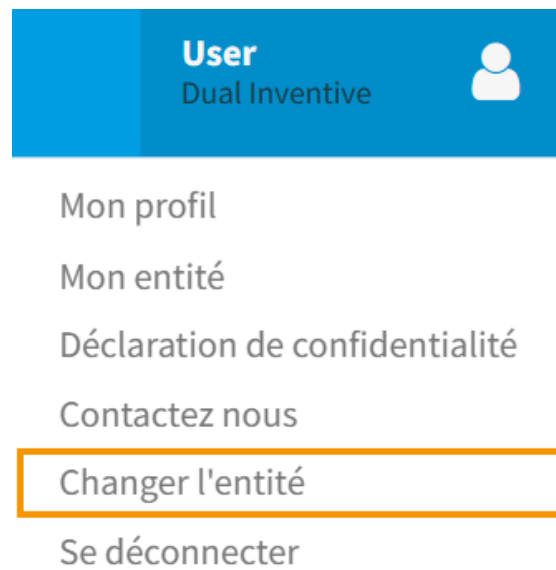

Figure 5 Changer d'entreprise
3. Figure 5) pour changer d'entreprise.